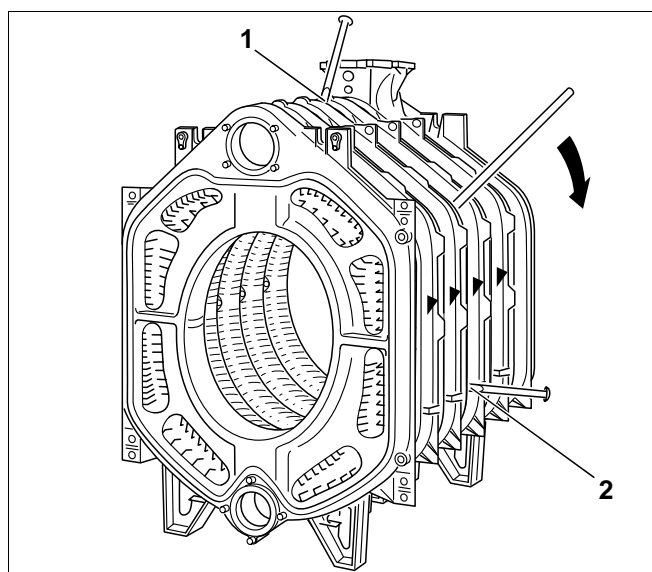

Fig. 24
- Skil kedlen ad på det utætte sted ved at drive (slå) flade kiler eller mejsler ind på de dertil beregnede steder (Fig. 24, **pos. 1 og 2**) foroven og fornedet mellem elementerne.